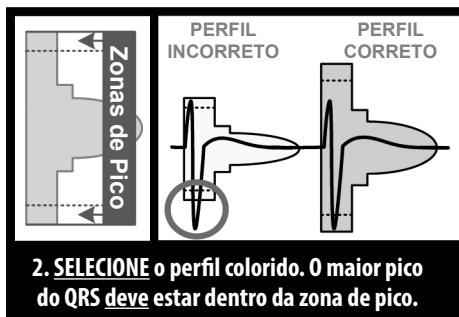

Figura 3: *Selecionando o perfil colorido*
1. **Selecione** o perfil colorido na ferramenta de triagem de pacientes que melhor corresponda à amplitude do QRS (*Figura 3*). Para sinais bifásicos, o pico maior deve ser utilizado para determinar o perfil colorido apropriado. O pico de QRS deve estar dentro da janela delimitada pela linha pontilhada e o pico do perfil colorido.